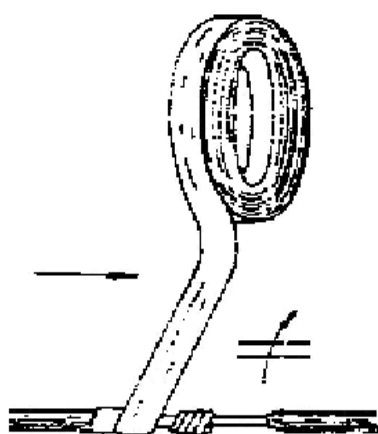

Fig.9
- a) Enrole a fita obliquamente, cobrindo parte do encapamento dos condutores (Fig.9);